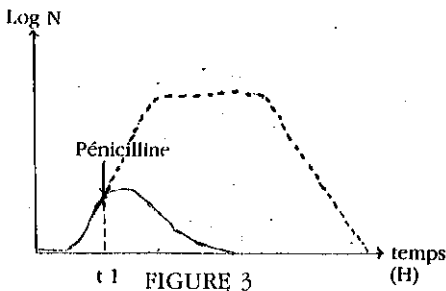

FIGURE 3
- au temps t_1 , on obtient la courbe de la figure 3.